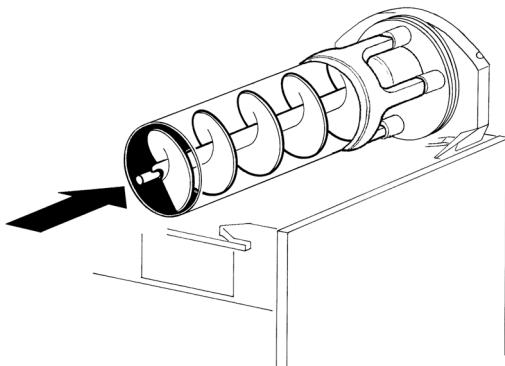

figura 15
- Inserire l'elica interna nell'evaporatore facendo attenzione ad accompagnarla fino in fondo ed evitando di farle urtare la parete posteriore (vedere figura 15).